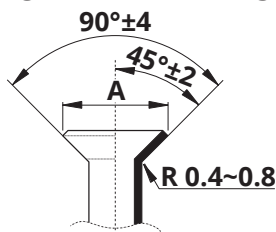

Fig. 6.6
- Tournez la poignée de l'outil d'évasement dans le sens horaire jusqu'à ce que le tuyau soit complètement évasé. Évasez le tuyau en respectant les dimensions indiquées dans le tableau et la Fig. 6.6 ci-dessous.